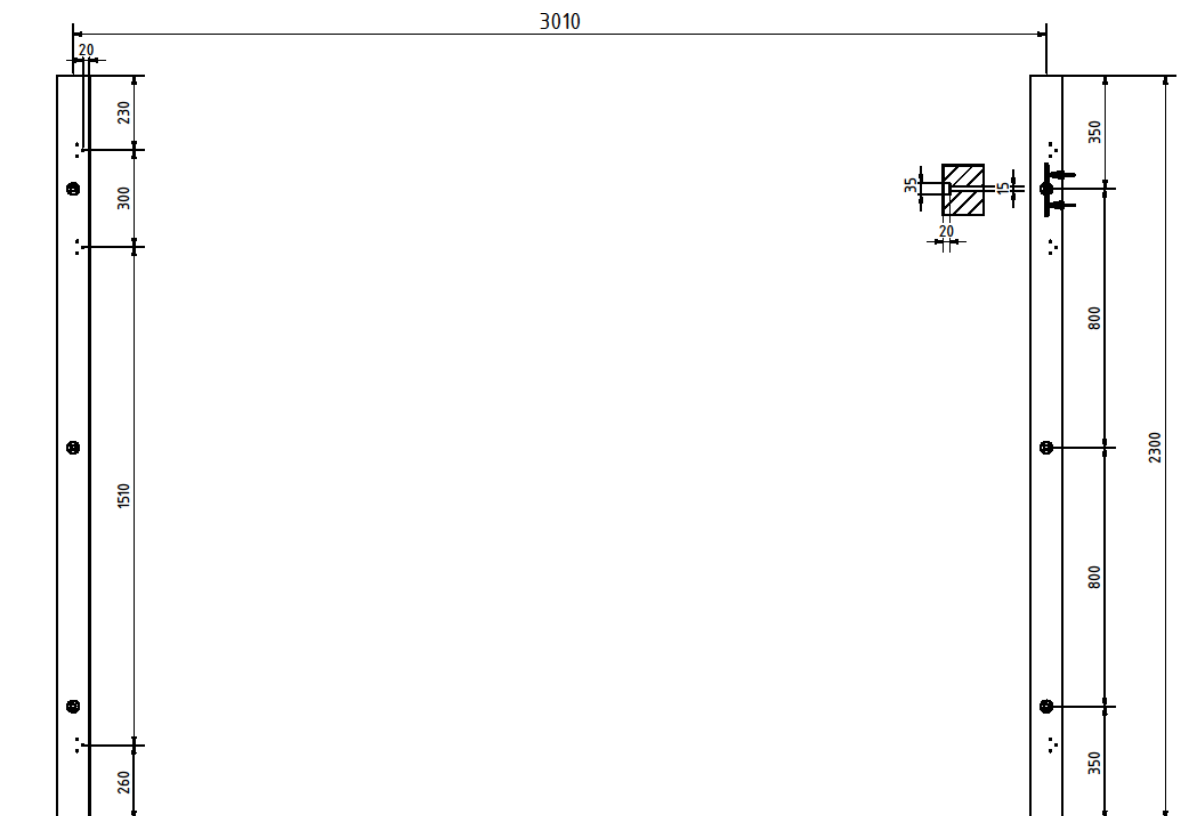
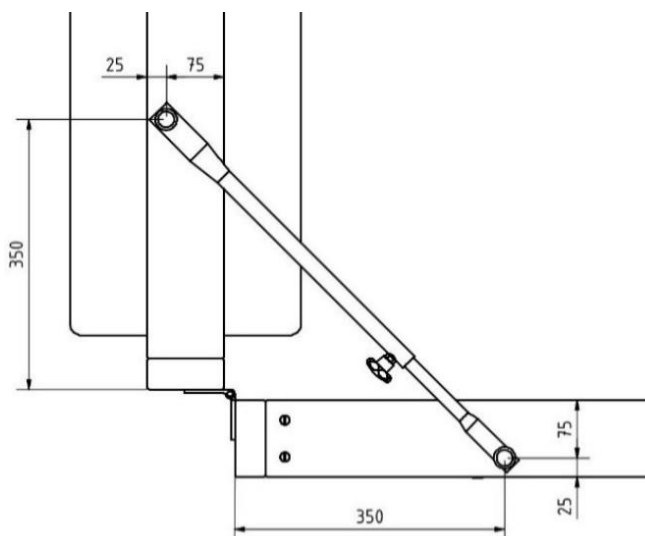

Abb. 2: Maße für die Bohrungen zur Montage der Scharniere (links) und Wandbalken (rechts)
Abb. 3: Bohrmaße der Teleskopstange
Um das Kletterhaus mit seinen Kletter-Einzelementen ① aufzubauen, befestigen Sie als erstes die Wandbalken ② an der Wand. Überprüfen Sie zunächst die Wand auf mögliche Hindernisse, wie z.B. Rohre oder elektrische Leitungen. Sind keine störenden Objekte vorhanden, werden die Bohrungsmaße aus der nachfolgenden Abbildung 2 empfohlen. Gibt es jedoch Hindernisse in diesen Bereichen, können die Bohrungspunkte auch geringfügig versetzt werden.
Für die Montage verwenden Sie die Sechskant-Holzschrauben ③, die Scheiben ④ und die Kunststoffdübel ⑤. Die Maße für die Bohrungen mit Ø 14 mm in der Wand können Sie aus Abb. 2 entnehmen. Setzen Sie daraufhin die Bohrungen in den oberen Wangen der zwei linken Einzelemente für die Teleskopstange (Abb. 3).